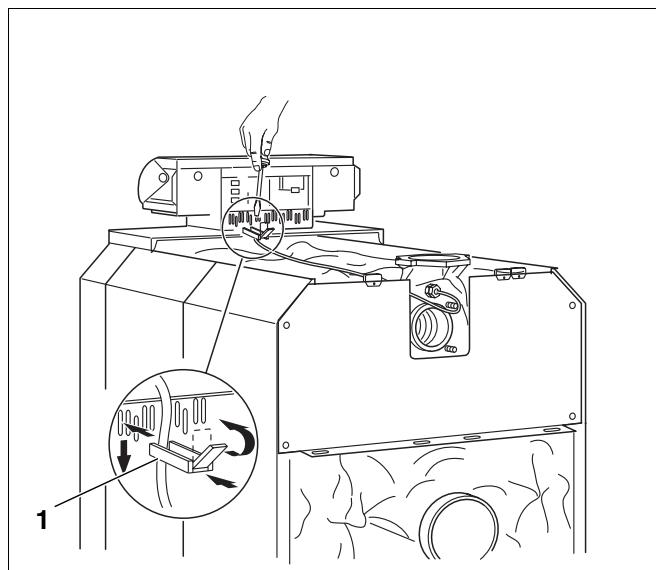

Fig. 62 Fastgørelse af elledninger
- Sæt kabelspændebåndene med isat ledning i spændebåndsrammen, og fikser dem ved at vippe fligen over (Fig. 62, **pos. 1**).